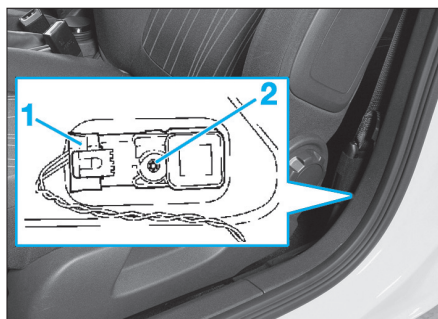

Fig. 14
- Débrancher le connecteur (1) (Fig.14).
- Déposer la vis (2).